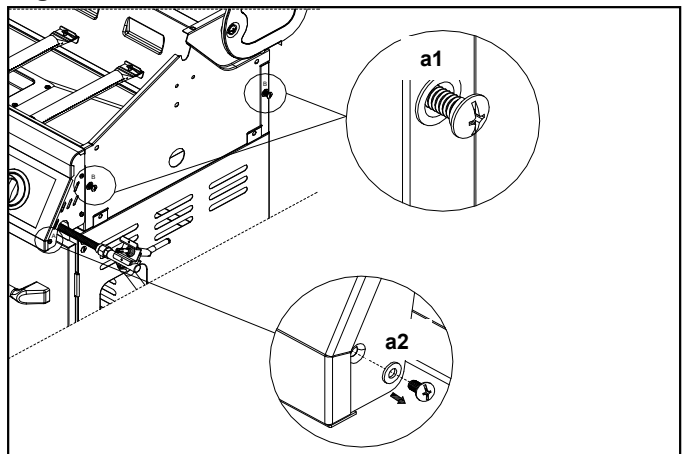

Fig.1-2
- Enlevez les 3 vis qui se trouvent le long du bord supérieur du bol du brûleur latéral (C). Voir Fig.1-2.a3.
- Alignez les trous inférieurs sur le bol du brûleur latéral (C) aux 2 vis desserrées sur le panneau latéral droit. Suspendez le bol du brûleur latéral (C) au chariot à l'aide des deux vis desserrées sur le panneau latéral. Voir Fig.1-2.
- Avec les trois vis enlevées au cours de l'étape c), insérez-les depuis l'intérieur de la chambre de cuisson dans le bol du brûleur latéral (C). Serrer les vis de l'intérieur de la boîte à feu.
- Fixez le panneau de commande du brûleur latéral au panneau de commande principal en serrant la vis enlevée au cours de l'étape b) depuis le dessous du bol du brûleur latéral (C). La vis passe par le panneau de commande du brûleur latéral jusqu'au panneau de commande principal. Voir Fig.1-2.
- Installez la pile (J) dans la boîte d'allumage avec la borne positive face à l'extérieur.